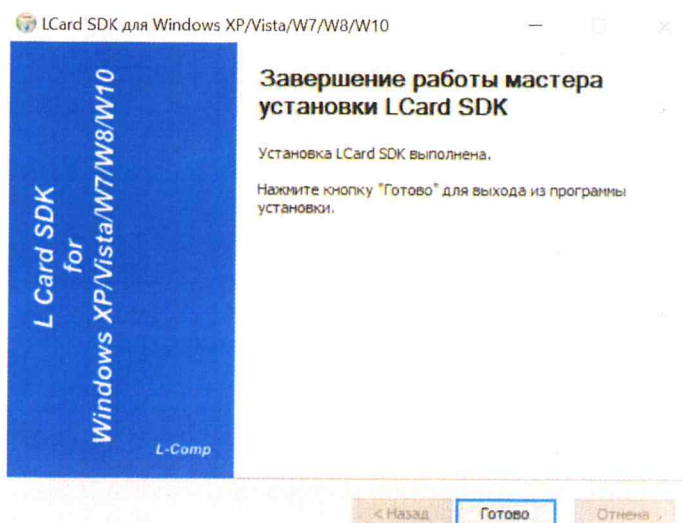

Рисунок 24
11) Драйвер будет установлен после перезагрузки компьютера. Если вы решили перезагрузить компьютер позже и нажали в предыдущем окне «Нет», то в появившемся окне нажмите «Готово» (рисунок 24).